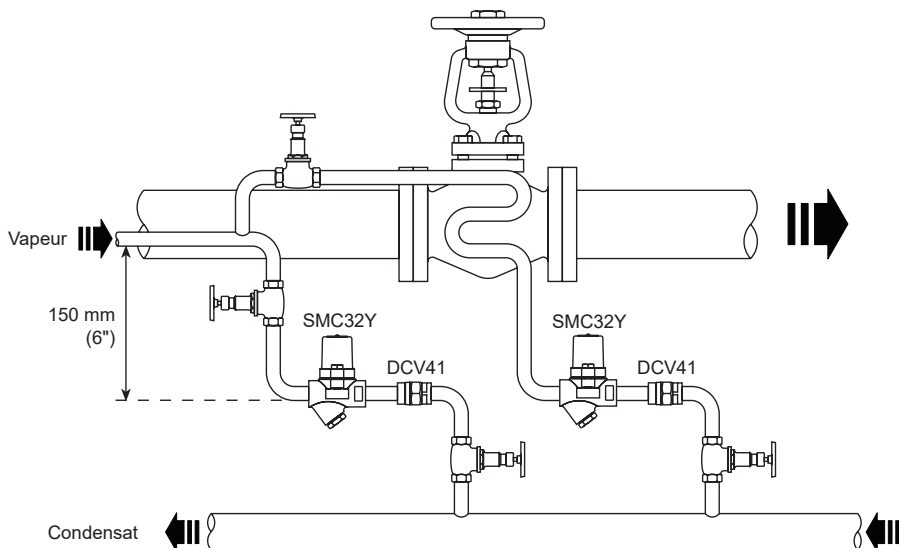

Fig. 3 Traçage non critique
- 3.4** Le purgeur est conçu pour être installé dans n'importe quelle position, horizontale ou verticale, de préférence avec un pot de purge en amont de l'appareil, généralement de 150 mm (6"), voir la figure 3.
- 3.5** Toujours monter un clapet de retenue en aval d'un purgeur, si celui-ci évacue le condensat dans une ligne de retour où une contre-pression est présente. Ce est causer par une ligne de condensat qui remonte. Le clapet de retenue empêchera l'engorgement du volume ascendant de la tuyauterie verticale quand la pression d'admission sera réduite ou la vapeur sera coupée. Utiliser un clapet appropriée telle que le DCV41 Spirax Sarco, voir figure 3.